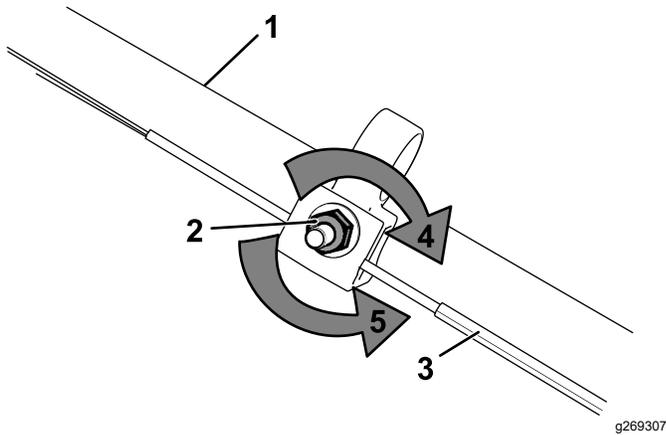

図 26
1. 調整ナットを左に回してケーブルの調整をゆるめる 図 26。
2. ケーブル 図 26 を押し引きして適当な位置に調整できたら、その位置に保持する。